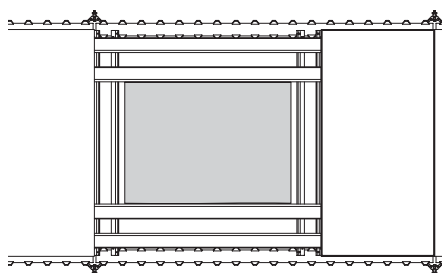

Fig. A5.05
- In posizione sdraiata, trasversalmente all'orditura SRT montata in sospensione. (Fig. A5.05 + A5.06)